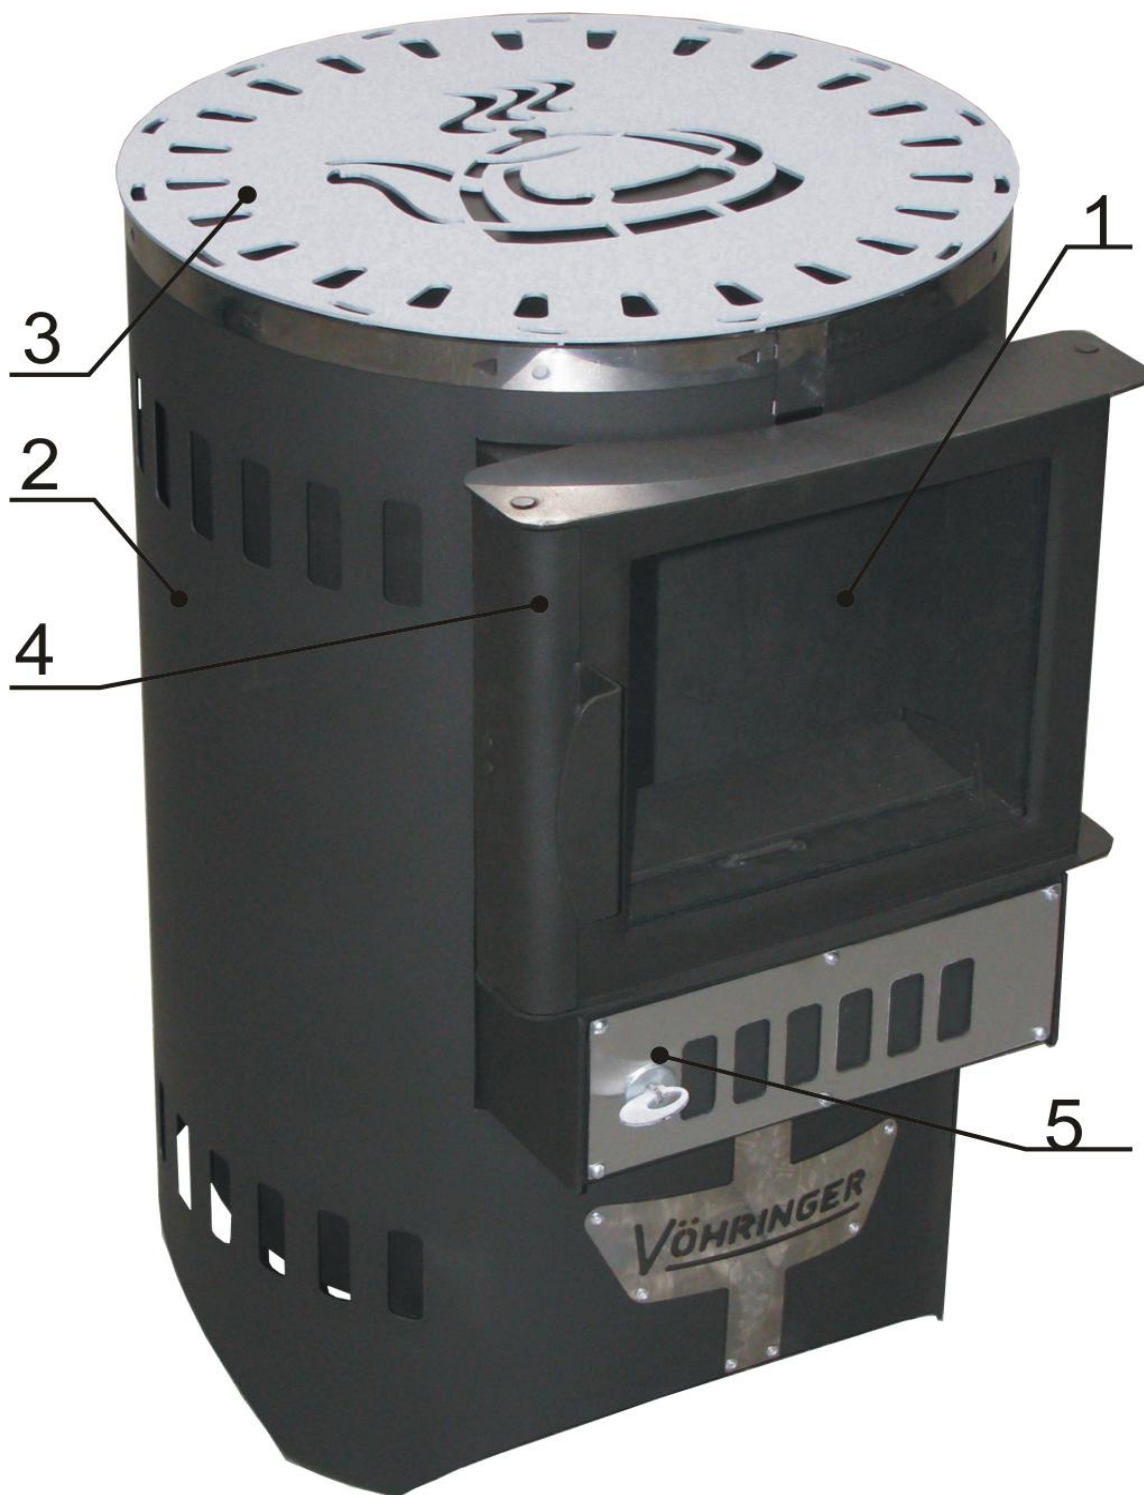

Рис. 1.
3.1. Печь состоит (см. рис.1) из корпуса сварной конструкции и кожуха-конвектора, свободно одеваемого на него. В свою очередь, корпус состоит из топки и туннеля с дверью. Стенки топки изготовлены из жаропрочной нержавеющей стали AISI 409 толщиной 2-3мм.